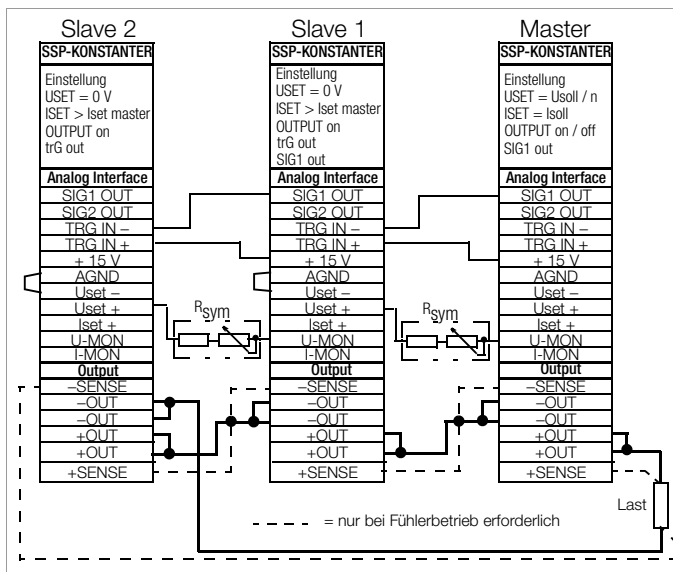

Bild 5.10.2 Verdrahtung für Master-Slave-Serienschaltung
- **Verkoppeln** Sie **Master**- und **Slave**-Gerät(e) wie in Bild 5.10.2 dargestellt.